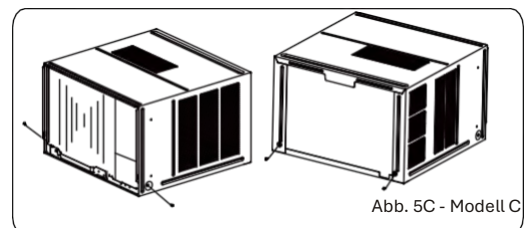

Abb. 5C - Modell C
1. Entfernen Sie die vier Schrauben auf beiden Seiten und auf der Rückseite des Schrankes, wie in Abbildung 5C gezeigt.